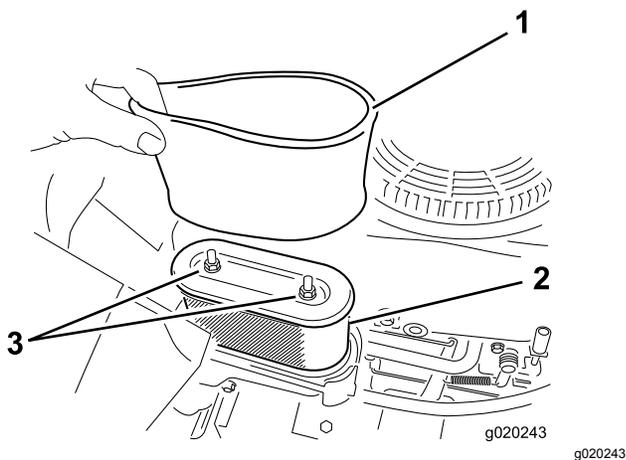

Figure 31
5. Retirez avec précaution les éléments en mousse et en papier du boîtier du filtre à air (Figure 31).
Remarque: Remplacez-le s'il est très encrassé (Figure 31).
1. Montez l'élément en mousse sur l'élément en papier (Figure 31).